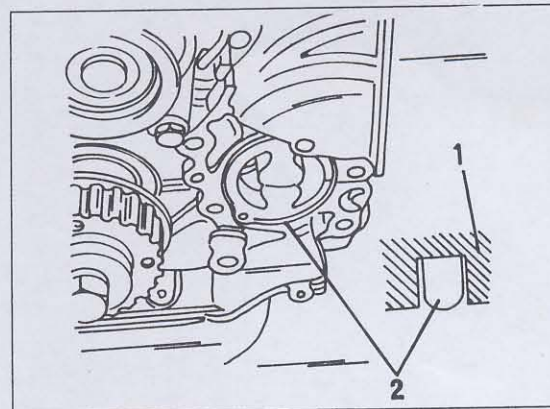

Bild 148
- Die beiden Läufer gut einölen. Beim genauen Hinsehen wird man an jedem Läufer ein Fluchtzeichen sehen. Die Läufer müssen so zusammengesetzt werden, dass sie nach dem Einbau mit den Fluchtzeichen entsprechend Bild 148 ausgerichtet sind.